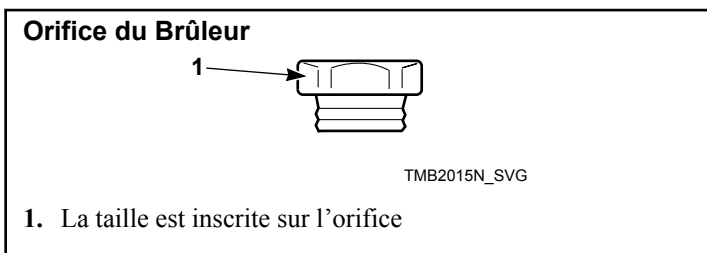

Figure 19
3. Installer les nouveaux orifices de brûleur pertinents. Voir *Figure 19* et *Tableau 9*. Serrer chacun d'entre eux à un couple de 9 – 10 Nm. Utiliser du Loctite 565 ou un autre scellant pour filetage équivalent.
4. Réinstaller le dispositif de support d'orifice sur le robinet de gaz, en s'assurant que les orifices sont alignés sur l'ouverture du tube du brûleur. Voir *Figure 19*.